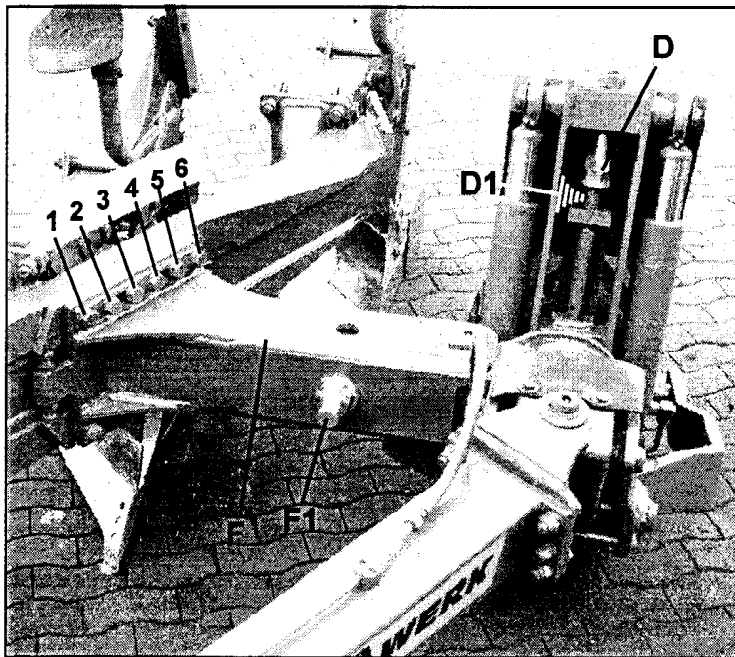

Fig.5
Profondeur de travail - sélectionner la profondeur de labour souhaitée à l'aide du relevage à l'avant et de la vis **D** (fig. 5) à l'arrière.
- Bras de roue (F, fig. 5) vers l'avant - 1er corps plus large
Régler la roue parallèlement à l'avancement avec la vis **F1** (fig. 5 + 6).